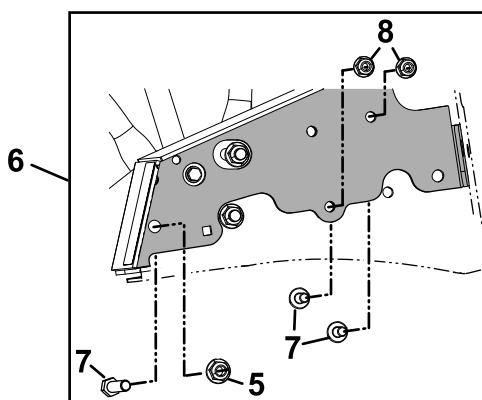

Figura 3
2. Coloque el panel de control de caudal en la máquina y sujételo con las fijaciones indicadas en la Figura 3.